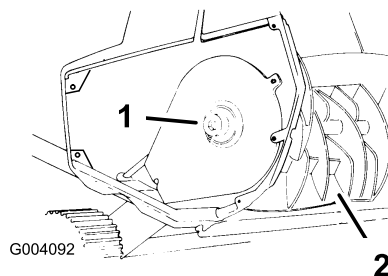

Bild 14
2. Halten Sie die Rotorblätter fest und drehen Sie die Rotorblätterwelle mit einem 5/16 Zoll Inbusschlüssel nach rechts (Linksgewinde) (Bild 14).